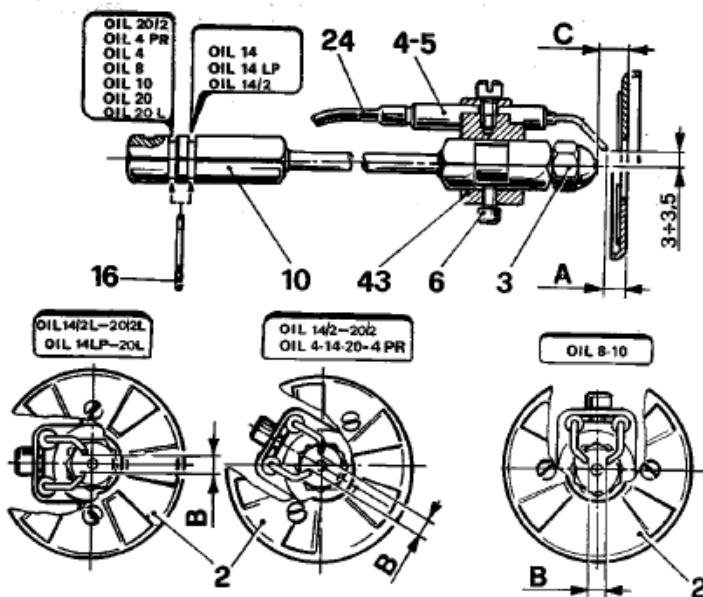

FIG. 14
- ugello (3) difettoso e sporco;
- elettrodi di accensione (4 - 5) incrostati o danneggiati (vedere le posizioni in fig. 14);
- fotoresistenza (19) annerita;
- difettosa tenuta dell'elettrovalvola (29);
- nozzle (3) is defective or dirty;
- ignition electrodes (4 - 5) are fouled or damaged (see positions in fig. 14);
- photoresistor (19) is blackened;
- solenoid valve (29) is defective;
- schadhafte oder verschmutzte Düse (3);
- verschmutzte bzw. defekte Zündelektrode (4 - 5) siehe Positionen in Abb. 14.
- verschmutzter Fotowiderstand (19);
- defektes Magnetventil (29);
Effettuare la pulizia possibilmente senza variare la loro posizione rispetto al disco deflettore; nel caso ciò accadesse rispettare in fase di man-taggio le dimensioni indicate in fig. 14.
Clean the electrodes taking care of to change the electrode position relative to the baffle disk; in case this should occur, an reassembling the unit make sure that the dimensions shown in fig. 14 are met.
Effectuer leur nettoyage, si possible, sans changer leur position par rapport au disque déflecteur; au cas où cela se vérifierait lors de la phase de montage respecter les dimensions indiquées à la fig. 14.
Efectuar la limpieza posiblemente sin variar sus posiciones respecto al disco deflector; en el caso que esto suceda, respetar en fase de montaje las dimensiones indicadas en fig. 14.
De ontstekingselektroden liefst kuisen zonder hun positie ten opzichte van de vlamring te veranderen. Zou de positie toch veranderen, dan terug monteren volgens de gegevens van fig. 14.